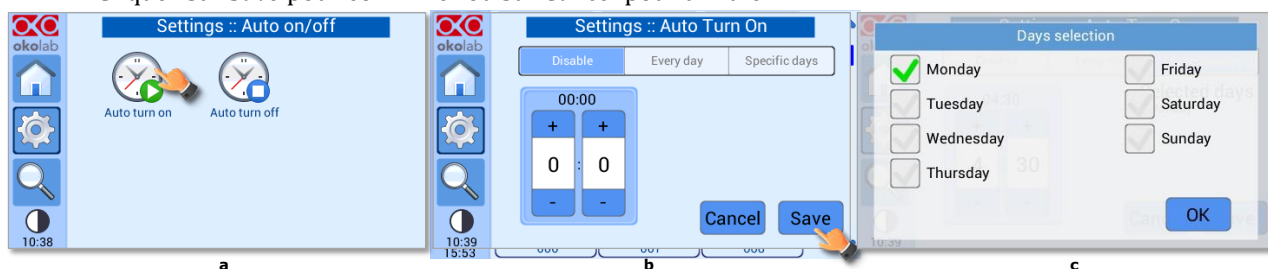

Figure 74. Menu « Auto Turn on » (a – b – c).
Appuyez sur l'icône *Auto turn on* (Mise en marche automatique) pour ouvrir le menu *Auto turn on* (Mise en marche automatique) (voir Figure 74 a). Réglez l'heure de mise en marche, le premier chiffre sert à régler l'heure (de 0 à 23), le deuxième chiffre est pour les minutes. Si vous sélectionnez :
- *Specific days* (Jours spécifiques) : le H401-T-CONTROLLER se mettra en marche automatiquement à l'heure définie des jours sélectionnés. Cochez les jours souhaités et appuyez sur *OK* (voir Figure 74 c).